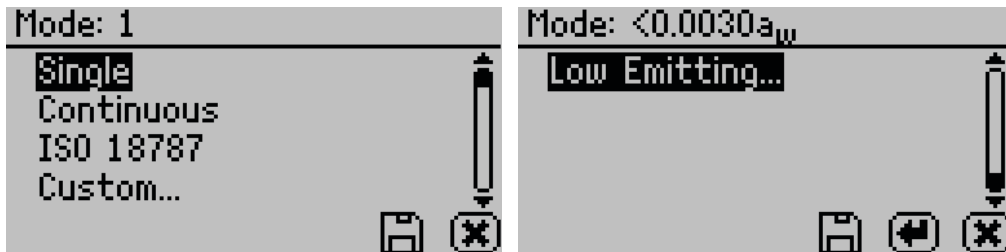

Figure 40 Custom mode options
- **Mode.** Chọn để lựa chọn giữa Single, Continuous, ISO 18787, Custom, or Low-Emitting mode (Figure 40). Cài đặt chế độ hiện tại xuất hiện ở phía trên màn hình với số lần kiểm tra xuất hiện đầu tiên, theo sau là giá trị ổn định, (Δa_w).